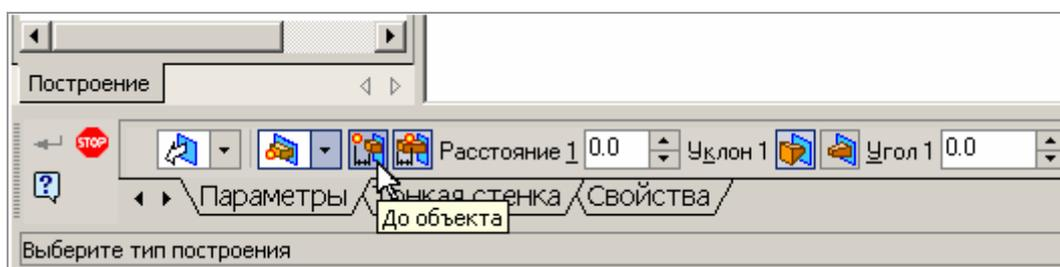

Рисунок 5.3
**До вершины** – глубина выдавливания определяется автоматически по положению указанной пользователем вершины: плоскость торца элемента должна проходить через вершину или находиться на заданном расстоянии от вершины. При выборе опции **До объекта** (Рисунок 5.3) требуется указать эту вершину в окне детали и ввести расстояние между указанной вершиной и торцом элемента. Если нужно выдавить элемент точно до вершины, вводится нулевое расстояние, в противном случае указывается расстояние, на которое элемент может выйти за вершину либо не дойти до нее.